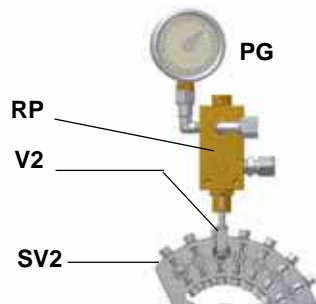

Рис. 20
- 10 для получения максимального расхода мазутного топлива регулировать давление (считывая значения на манометре PG), не изменяя при этом, уже отрегулированный, во время настройки работы на газе, расход воздуха (см. предыдущий параграф): все время проверяя параметры продуктов сгорания, воздействовать на винт варьируемого сектора, соответствующий мазутному топливу **SV2** (см. Рис. 20), но по достижении положения большого пламени.